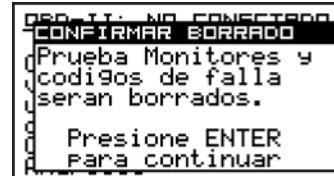

Fig.36
4. Aparecerá un texto para confirmar el proceso de borrado (Fig.36). ENTER para proceder.